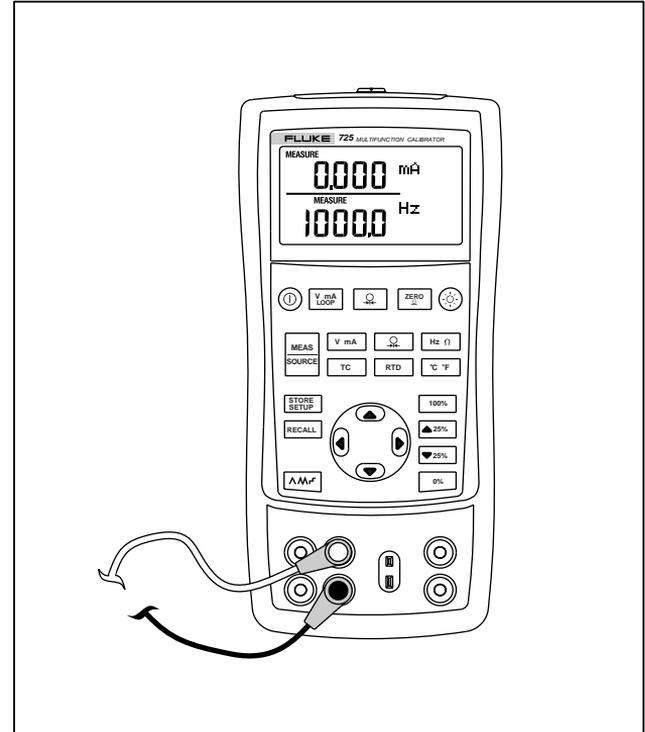

図 9. 電気パラメーターの測定
1. 図 9 に示すようにキャリブレーターを接続してください。